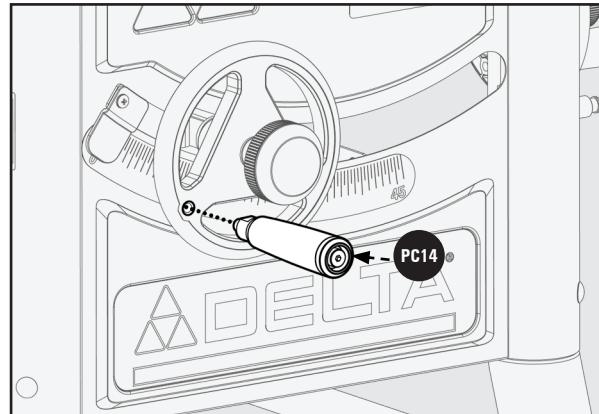

Figura 16
1. Inserte una manija en la rueda manual de **PC14** ubicada en la parte delantera de la sierra, como se muestra en la Figura 16.